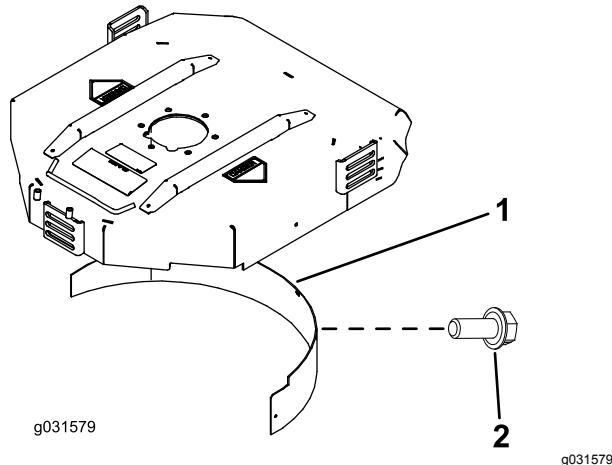

Bild 11
2. Montieren Sie das Mulchablenkblech in der hinteren Öffnung und befestigen Sie es mit fünf Bundschrauben (Bild 11).